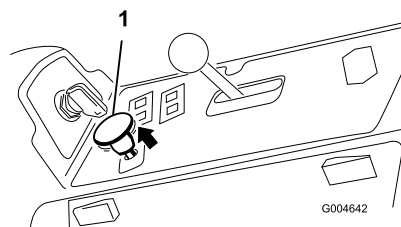

Figura 57
3. Tire del mando de la toma de fuerza para engranarla (Figura 57).